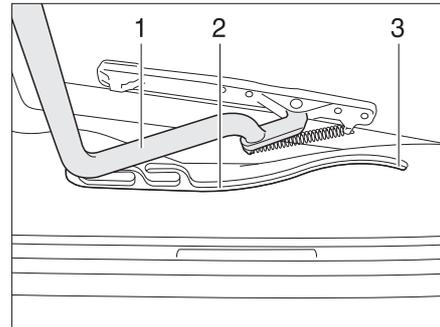

Fig. 45 Lanterneau Heki, glissière
- Tirer l'étrier (Fig. 45,1) dans les glissières (Fig. 45,2) jusque dans la position la plus reculée (Fig. 45,3).
- Pousser l'étrier (Fig. 45,1) légèrement vers le haut avec les deux mains.
- Tirer l'étrier dans les glissières (Fig. 45,2) jusqu'à la position souhaitée.